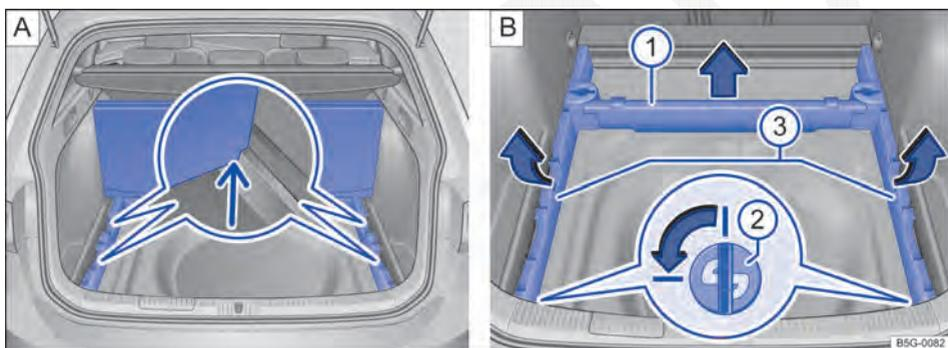

Fig. 108 No compartimento de bagagem: **A** assoalho do compartimento de bagagem levantado, **B** remover os suportes do assoalho do compartimento de bagagem.
- Travar os cantos externos do segmento traseiro do assoalho do compartimento de bagagem nos ressaltos do suporte ⇒ Fig. 108 [A] (lupa, seta).
- Retirar o suporte dianteiro do assoalho do compartimento de bagagem ⇒ Fig. 108 [B] ① no sentido da seta para cima e guardar fora do compartimento de bagagem.
- Para destravar, girar ambos os suportes de encaixe ⇒ Fig. 108 [B] ② (lupa) em um quarto de giro (90°) no sentido da seta e retirar para cima.
- Levantar ambos os suportes laterais do assoalho do compartimento de bagagem ⇒ Fig. 108 [B] ③ na área traseira no sentido da seta e retirar para trás dos alojamentos dianteiros.
- Guardar com segurando os suportes do assoalho do compartimento de bagagem removidos ⇒ Fig. 108 [B] ①, ③ e os suportes de encaixe ⇒ Fig. 108 [B] ②.